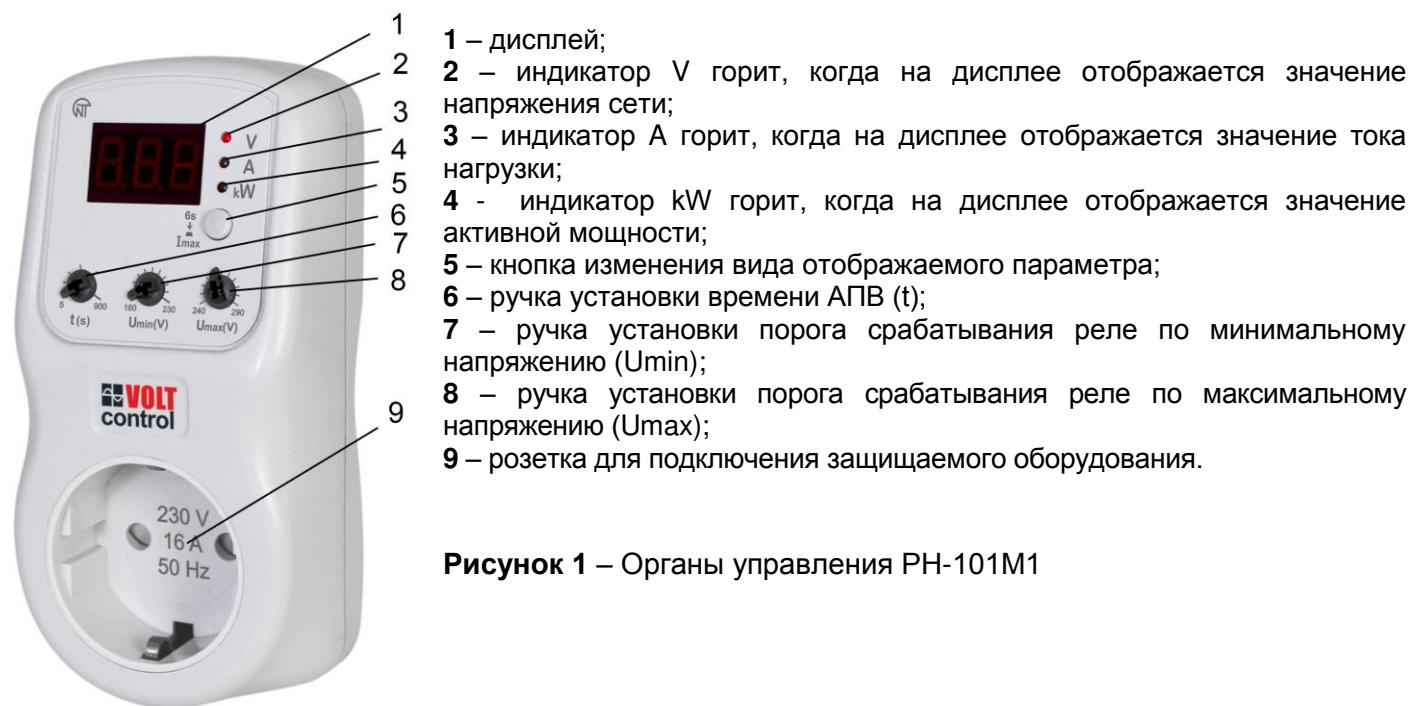

Рисунок 1 – Органы управления РН-101М1
**АПВ** – задержка автоматического повторного включения, которая отсчитывается после первого включения или после отключения нагрузки из-за аварии по напряжению (рис. 1);
После окончания времени АПВ, если значение напряжения сети находится в пределах, заданных Пользователем, на выходных контактах розетки появится напряжение. На дисплее отобразится измеряемый параметр (тот, который был перед отключением РН-101М1 от сети), а соответствующий индикатор будет гореть постоянно (поз. 2 – 4 рис. 1).